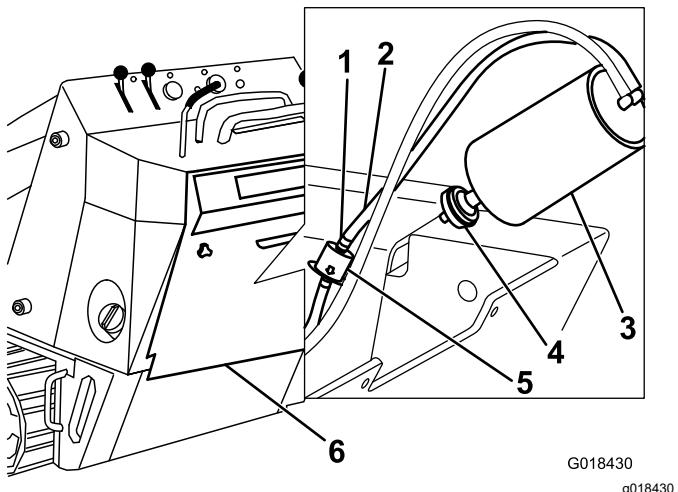

Figura 35
- Retire y deseche el filtro de aire del cartucho de carbón (Figura 35).
- Coloque un filtro nuevo en el cartucho de carbón (Figura 35).
- Aleje del filtro las abrazaderas de muelle de ambos lados del filtro del tubo de purga del cartucho de carbón (Figura 35).
- Retire y deseche el filtro del tubo de purga (Figura 35).
- Coloque un filtro nuevo en la manguera, con la flecha del filtro apuntando fuera del cartucho de carbón, y fíjelo con las abrazaderas (Figura 35).